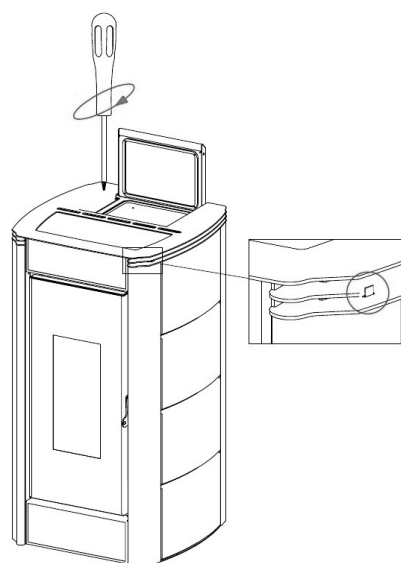

Fig. 37 - Anbring dækslet
- Sæt dækslet på plads ved at centrere de tilhørende tænder (se **Fig. 37**).